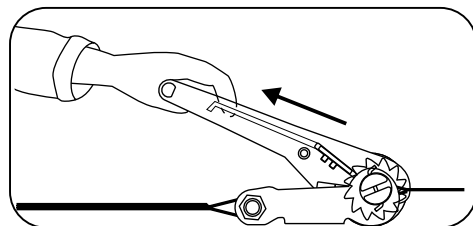

рис. 9
- Для демонтажа анкерной линии потяните внутренний стрежень рукоятки натяжного устройства и отклоните рычаг, ослабляя натяжение ленты (рис. 9).